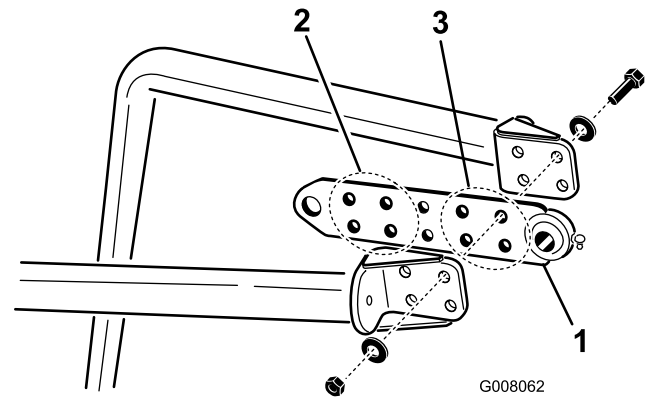

Figure 13
2. Fixez la patte de pontage entre l'avant des bras de remorquage à l'aide de (4) vis 1/2 x 2-1/4", (8) rondelles et (4) contre-écrous. Positionnez la patte comme illustré à la Figure 13. Utilisez la série de trous avant pour l'aérateur 660 et arrière pour les aérateur 864 et 880.